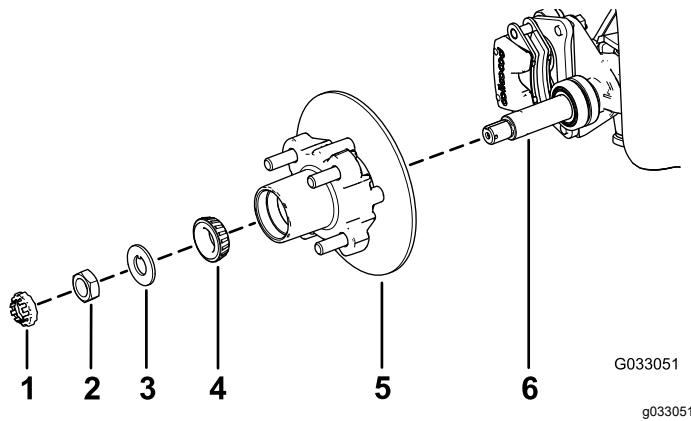

Figura 34
1. Aplique una ligera capa de la grasa especificada en el eje (Figura 34).
2. Monte el cubo y el rotor en el eje con el rotor hacia dentro (Figura 34).
3. Monte el cojinete exterior en el eje y acople el cojinete al anillo de rodadura exterior (Figura 34).
4. Monte la arandela con pestaña en el eje (Figura 34).
5. Enrosque la tuerca en el eje y apriétela a 15 N·m (11 pulgadas-libra), mientras gira el cubo para acoplar el cojinete (Figura 34).
2. Alinee las pastillas de freno en cada lado del rotor (Figura 30) y los orificios del soporte de la pinza con los orificios en el montaje del freno del eje (Figura 34).